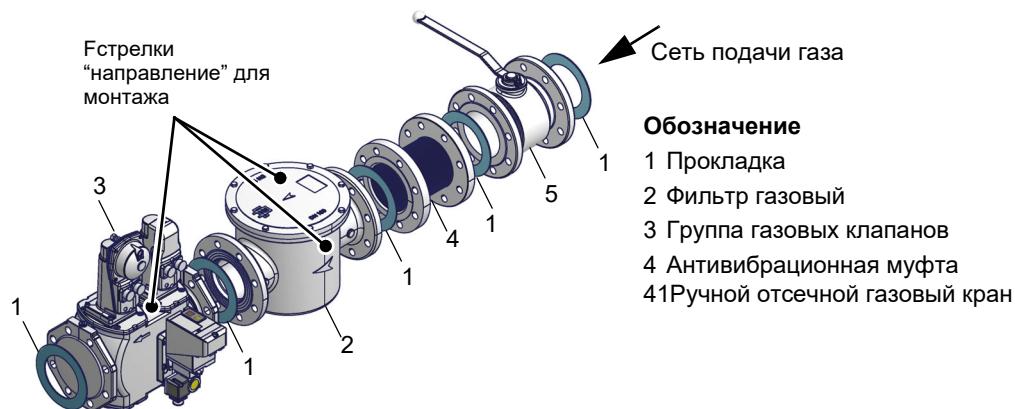

Рис. 6 - Пример газовой рамп
**ВНИМАНИЕ:** после монтажа газовой ramпы согласно схеме на Рис. 6, необходимо провести тестирование на герметичность газового контура, согласно требований действующих нормативов.
- 1 - б) при фланцевых соединениях: между соседними компонентами устанавливать прокладку (1А..1Е - Рис. 6), совместимую с используемым газом,
**ВНИМАНИЕ:** после монтажа газовой рампы согласно схеме на Рис. 6, необходимо провести тестирование на герметичность газового контура, согласно требований действующих нормативов.